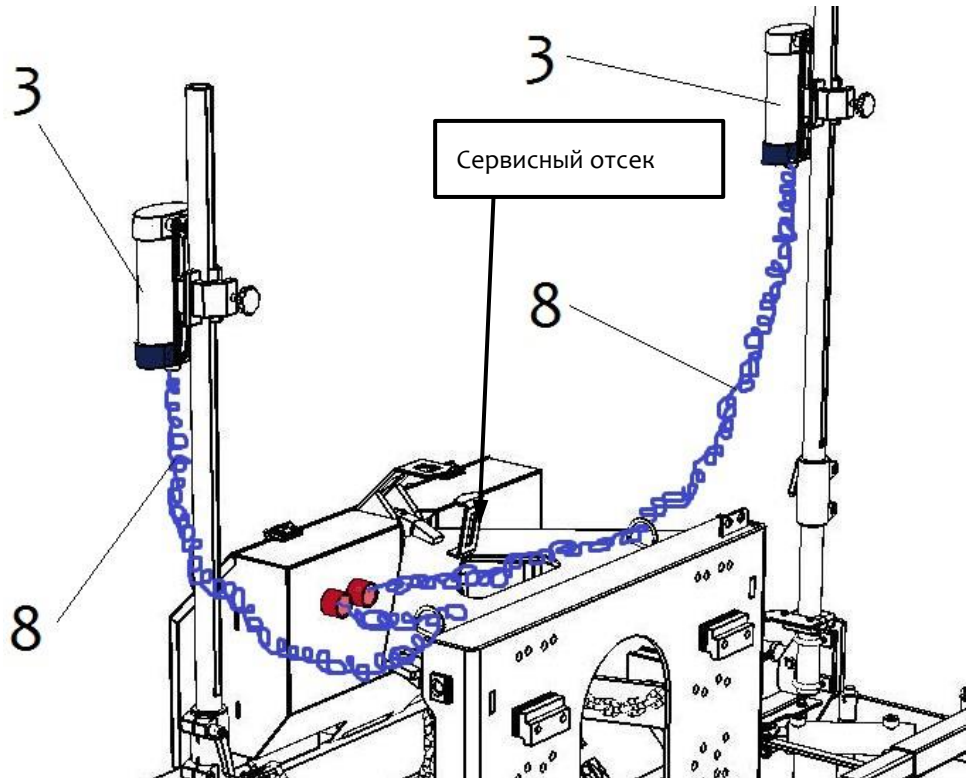

Рисунок 42
После завершения работы рекомендуется демонтировать лазерные датчики LEICA (3) (хранение в чемоданах) и положить соединительные кабели (8) в запираемый сервисный отсек (рисунок. 42).